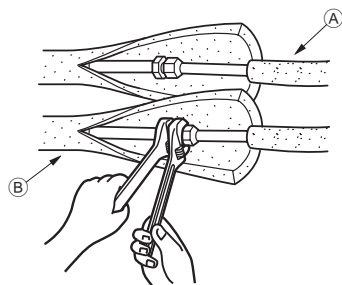

Fig. 4-4
4.5. Труба холодоагенту (Fig. 4-4)